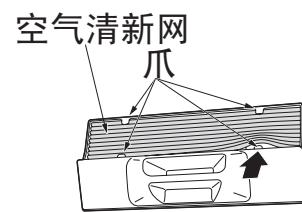

图2
- 3、轻压空气清新网两边将其装入空清滤盒卡扣内；（如图2）